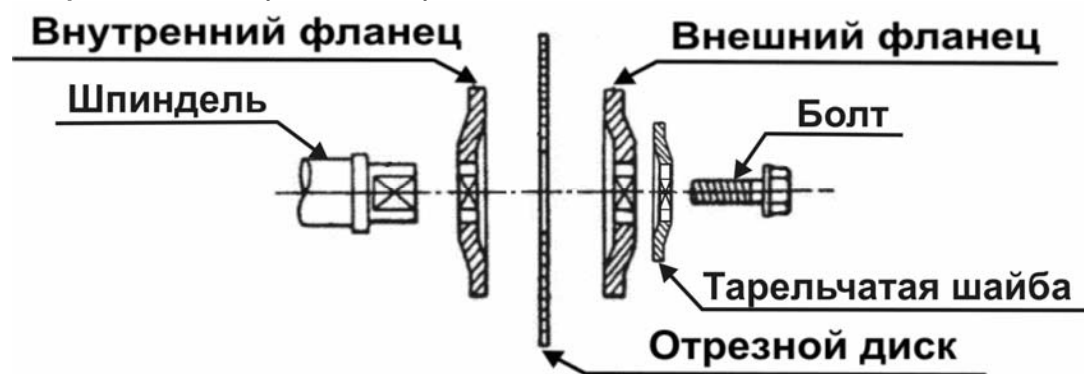

Рис. 10
12.2.1. Обеспечьте доступ к установке отрезного диска (15) (см. п. 12.1.1.). Установите отрезной диск (15) в последовательности, обратной последовательности разборки (см. п. 12.1.2. и Рис. 10) так, чтобы посадочные отверстия фланцев совместились с посадочной частью шпинделя (34).